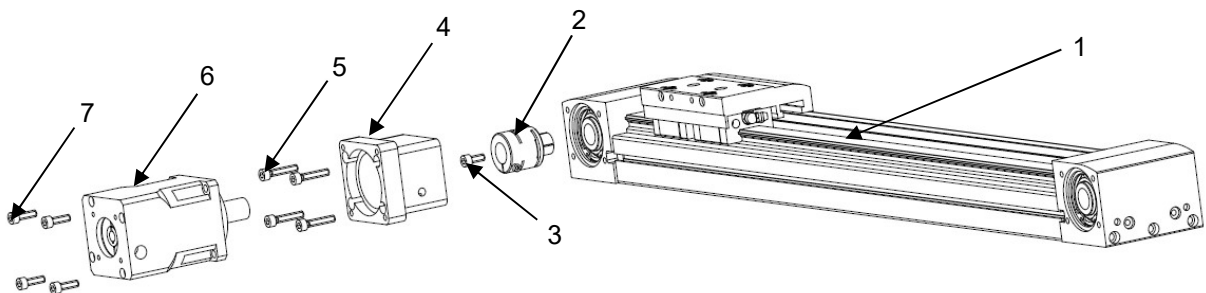

Рисунок 6 – Установка редуктора с помощью монтажного комплекта модели AR-EGT
1.4.3.1 Схема для установки редуктора (см. рисунок 6):